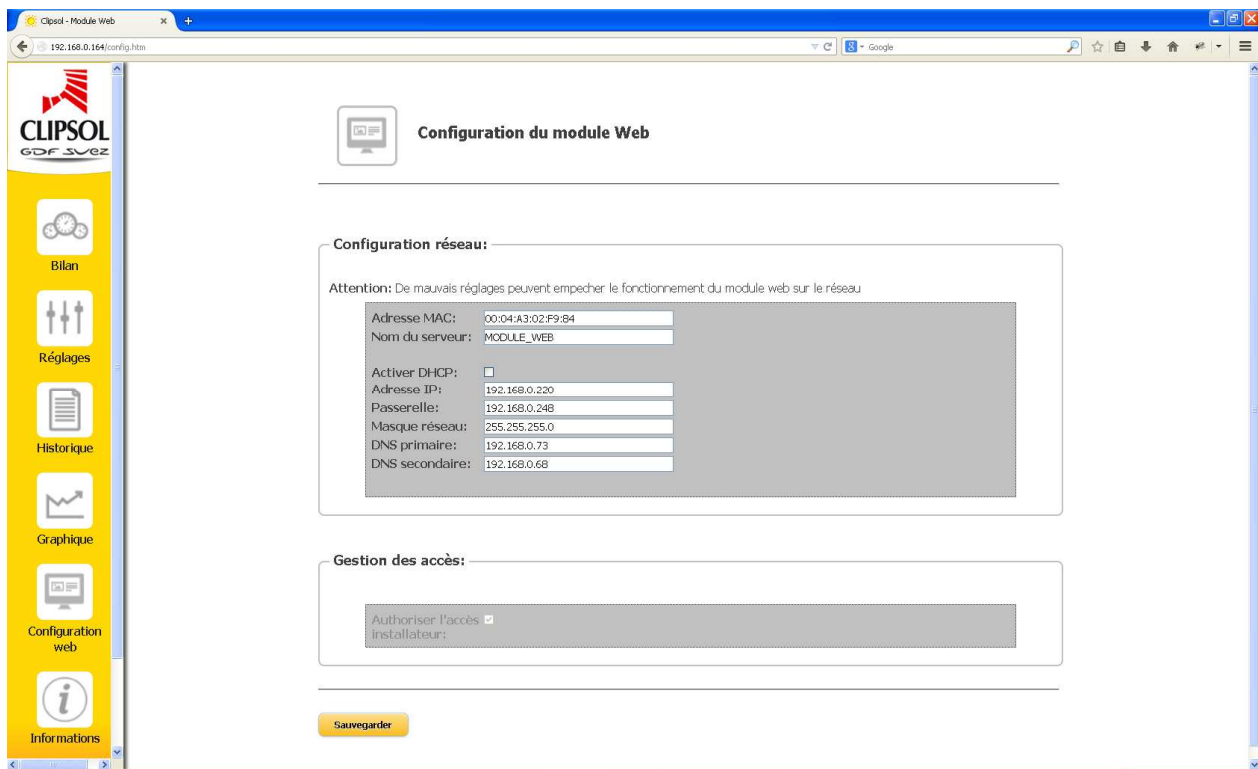

Figure 11
- Changer l'adresse IP pour modifier le dernier nombre est mettre 220. Dans l'exemple cela se traduit par 192.168.0.220 (Figure 11) ou sur certaines box (live box, neuf box, etc) l'adresse sera du type 192.168.1.220. Dans de rares exceptions (réseau d'entreprise) l'adresse IP peut être différente de